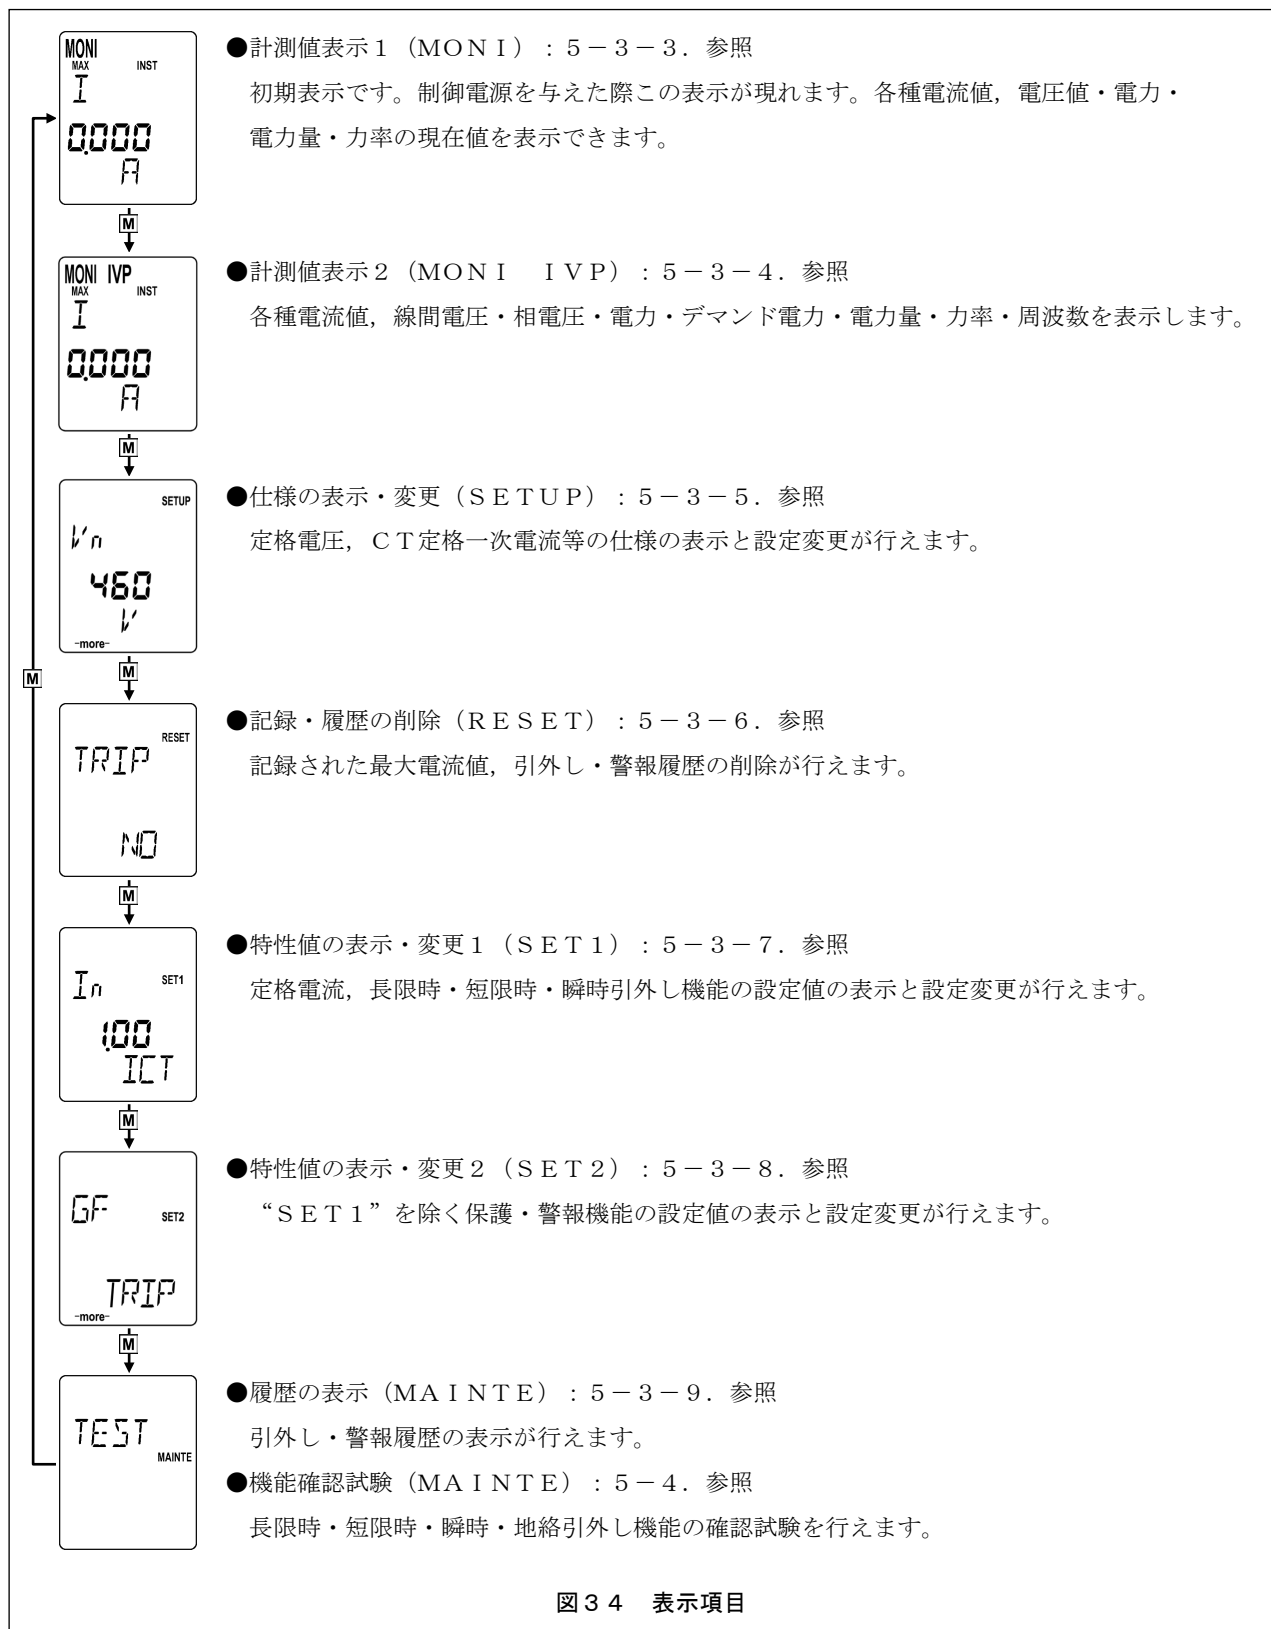

図34 表示項目
- ボタン記号は、図34～図41で使用します。
AGR-31B形OCRには、図34に示す6種類の表示・設定項目があります。MENUボタンを押すと、各項目へ移動します。